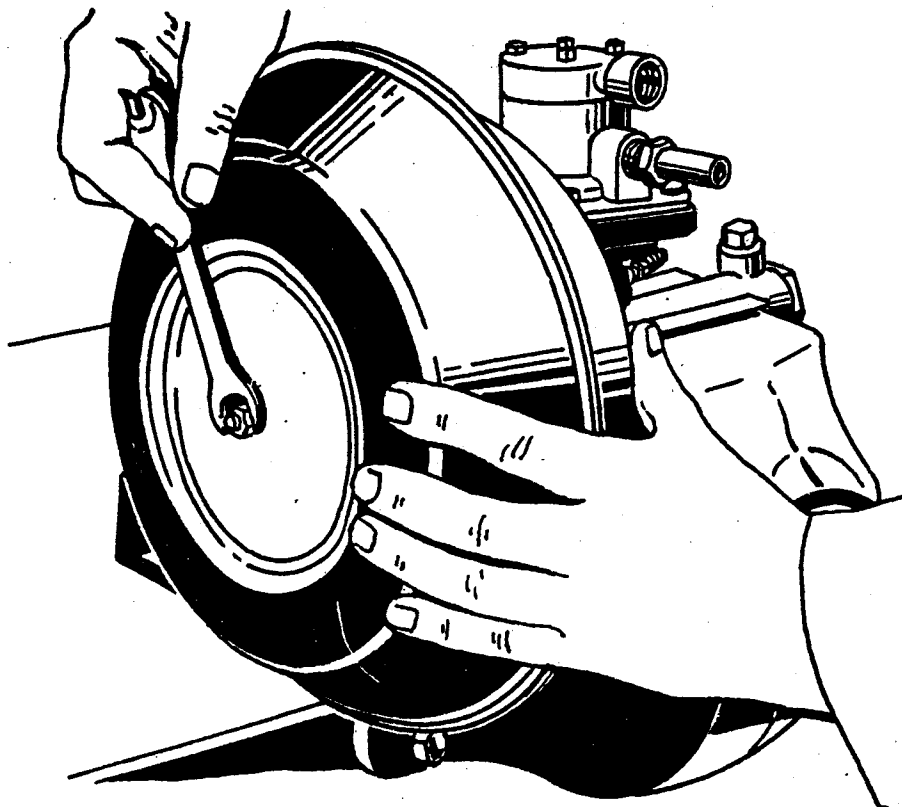

Рис. 93. Снятие диафрагмы
- удерживая рукой диафрагму (рис. 93), отвернуть гайку толкателя. Снять последовательно пружинную шайбу гайки, малую тарелку диафрагмы, диафрагму 1 (см. рис. 83), распорную втулку, большую тарелку 3 диафрагмы, пружину 5. Осторожно снять резиновое кольцо вместе с шайбой толкателя;